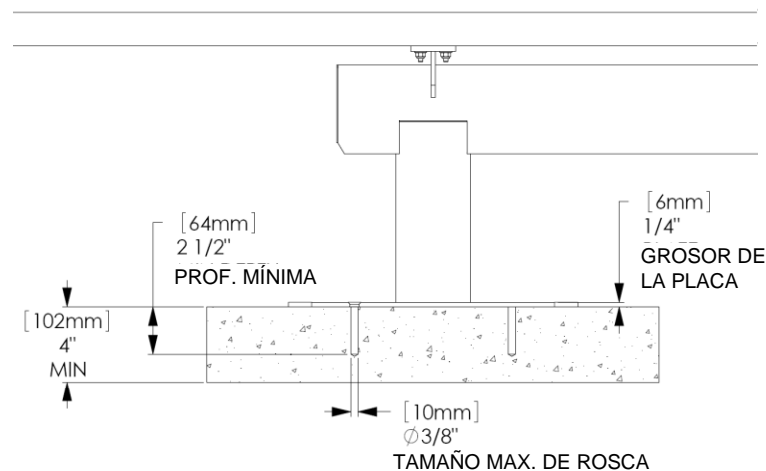

Fig. 1. - Recomendaciones para el tamaño del anclaje
- Se precisan (4) anclajes no corrosivos por banco. Refiérase a la Fig. 1 para ver el tamaño recomendado.
3. Perfore de acuerdo con la profundidad que precisan los anclajes. Refiérase a Fig. 1 para las medidas máximas de los requisitos del anclaje. Limpie los desechos de los agujeros.